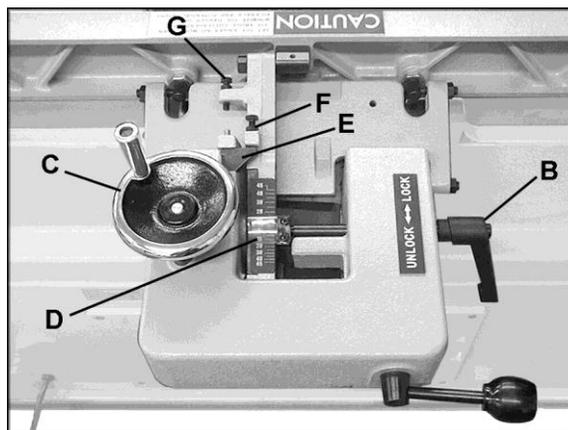
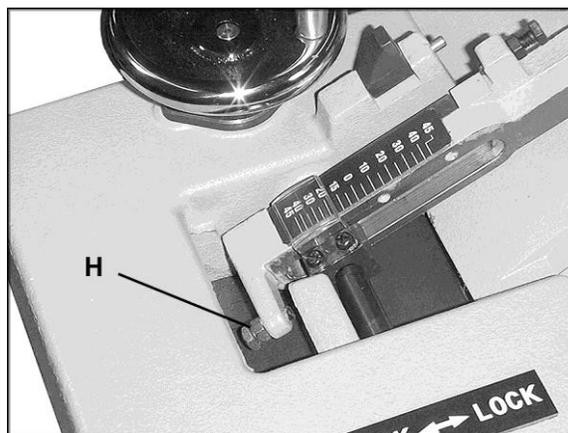

Figure 16
Figure 17
1. Desserrez le manche de verrouillage (B, Figure 16).
2. Basculez le bloc d'arrêt de 90 (E, Figure 16) hors du chemin.
3. Faites pivoter la roue manuelle (C, Figure 16) jusqu'à ce que l'angle souhaité s'affiche sur l'échelle (D, Figure 16). Vous pouvez également placer la pièce de travail taillée en biseau sur la table et contre le guide et faire pivoter la roue manuelle (C, Figure 16) jusqu'à ce que l'angle du guide corresponde au biseau de la pièce de travail.
4. Serrez le manche de verrouillage (B, Figure 16).
retourner le bloc d'arrêt de 90 (F, Figure 16) vers sa position de départ.
1. L'arrêt de 90 est contrôlé par la vis (F, Figure 16) et le bloc d'arrêt (E, Figure 16).
2. Desserrez le manche de verrouillage (B, Figure 16) et desserrez l'écrou hexagonal sur la vis (F, Figure 16).
4. Déplacez le guide jusqu'à ce qu'il adhère contre le dispositif de mesure d'angle. Tournez la vis (F, Figure 16) jusqu'à ce qu'elle touche le bloc d'arrêt (E, Figure 16).
5. Serrez l'écrou hexagonal sur la vis (F, Figure 16) et le manche de verrouillage (B, Figure 16).
1. L'arrêt avant de 45 est contrôlé par la vis (H, Figure 17).
2. Desserrez le manche de verrouillage (B, Figure 16) et l'écrou hexagonal sur la vis (H, Figure 17).
4. Faites pivoter la vis (H, Figure 17) jusqu'à ce qu'elle touche le moulage situé à l'avant de la vis.
5. Serrez l'écrou hexagonal sur la vis (H, Figure 17) et le manche de verrouillage (B, Figure 16).